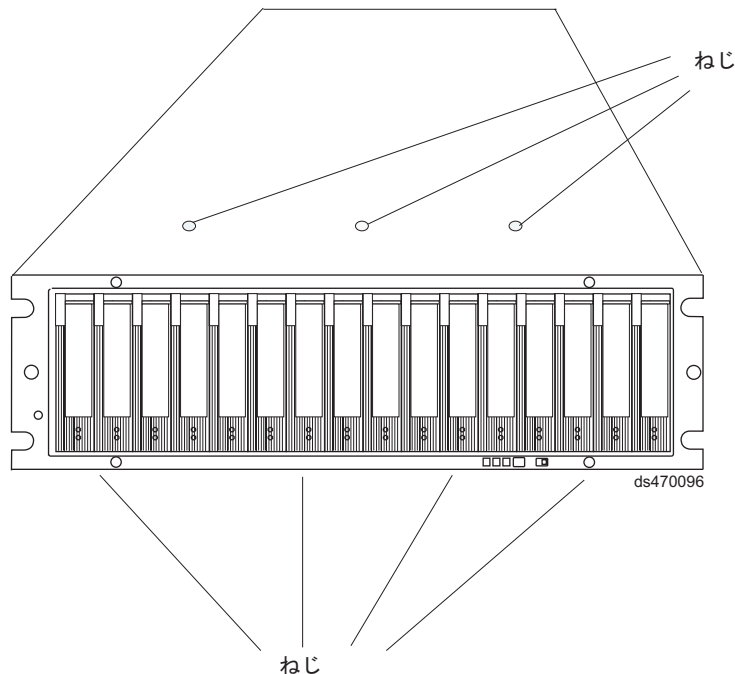

図 87. シャーシの上部および下部をフレームに対して保持するねじ
ラックの前面からシャーシを引き出して、ラックから取り外します。水平面に置きます。 172 ページの図 87 に示すように、シャーシの上部に 3 つ、シャーシの下部に 4 つ並んでいるプラスねじを見つけます。 #1 プラスねじ回しを使用して、この 7 つのプラスねじを外します。ねじを保管します。
17. 図 87 に示すように、前面ケージ・フレームを EXP810 シャーシに対して保持する 7 つのプラスねじ (ステップ 12 (171 ページ) で取り外したものの、上部 3 つ、下部 4 つ) を取り付けます。